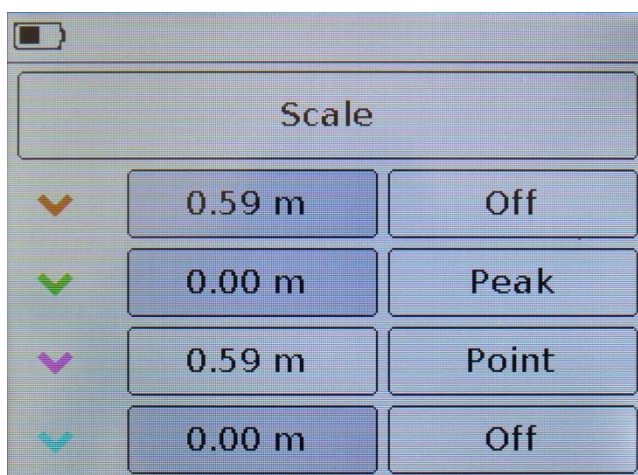

Рисунок 10.10 – Меню выбора шкалы измерений и установки маркеров
- Для быстрого перехода из режима просмотра графика **DTF** в меню настройки (Рисунок 10.10) нажмите и удерживайте около двух секунд кнопку (14) «**PLOT**».